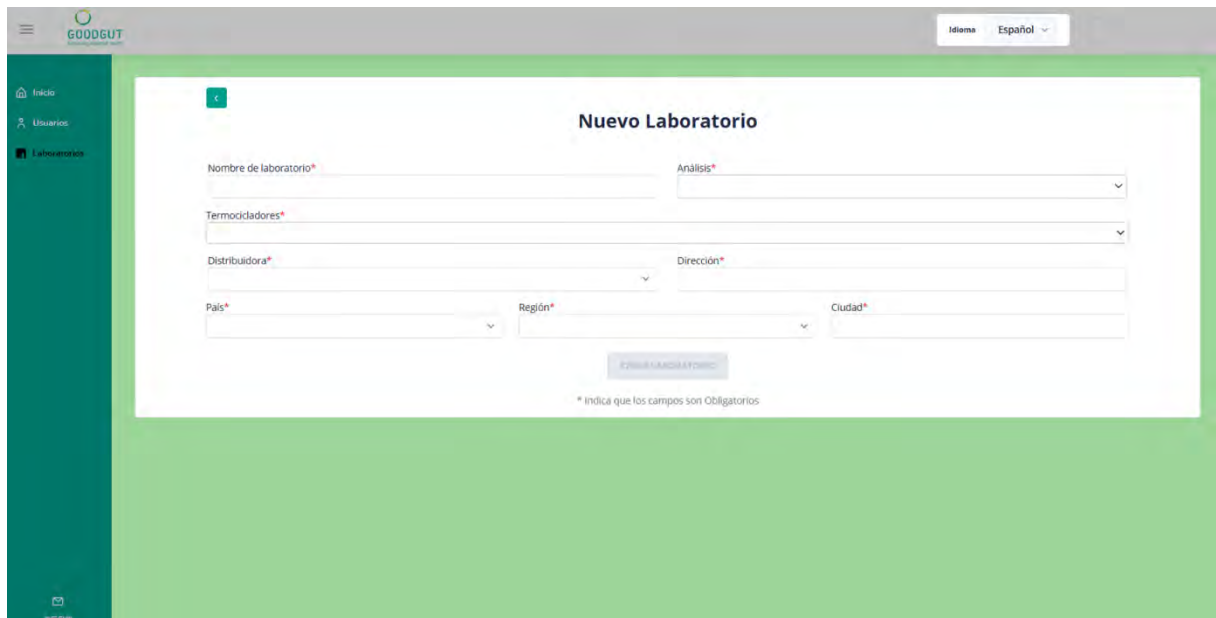

Figura 5. Pantalla de carga de los datos para crear un nuevo laboratorio.
- Para crear un nuevo laboratorio, el usuario debe presionar el botón “Nuevo laboratorio”, situado en la parte superior derecha de la pantalla. Al presionar el botón, el sistema abre una pantalla de carga (Figura 5), la cual cuenta con los siguientes campos: